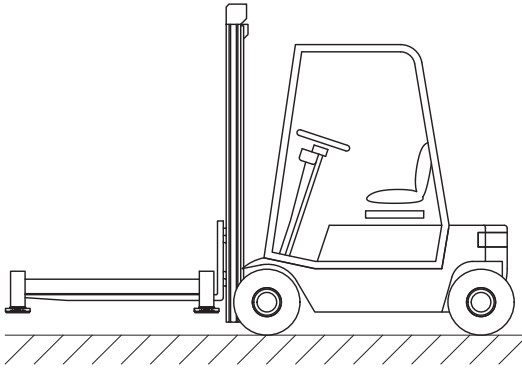
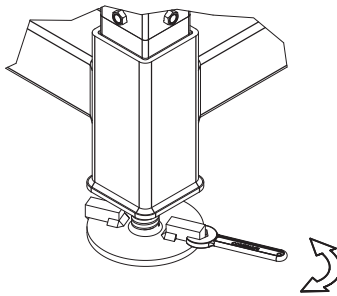

Figure 12. *Levage du cadre inférieur avec un camion.*
Figure 13. *Réglage de la hauteur du pied avec une clé de 22 mm.*
1. Vérifiez que le sol, à l'endroit où le système de chargement MkII doit être placé est relativement plat. La base du système de chargement MkII est équipée de pieds réglables permettant un ajustement de 5 degrés. Utilisez un chariot élévateur pour manipuler le cadre inférieur. Positionnez les fourches sous les tubes horizontaux et écartez les fourches avant de soulever. Voir Figure 12. Placez le cadre inférieur sur le sol. Utilisez un niveau à bulle pour vous assurer de l'horizontalité du cadre inférieur. Si le niveau n'est pas correct, faites tourner les pieds à la main ou avec une clé de 22 mm, ou tapez sur la barre de réglage à l'aide d'un marteau pour ajuster les pieds jusqu'à ce que le cadre inférieur soit de niveau. Voir Figure 13.